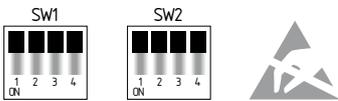

Fig. 3
- Configuración de los interruptores DIP (véase fig. 3 y 4)